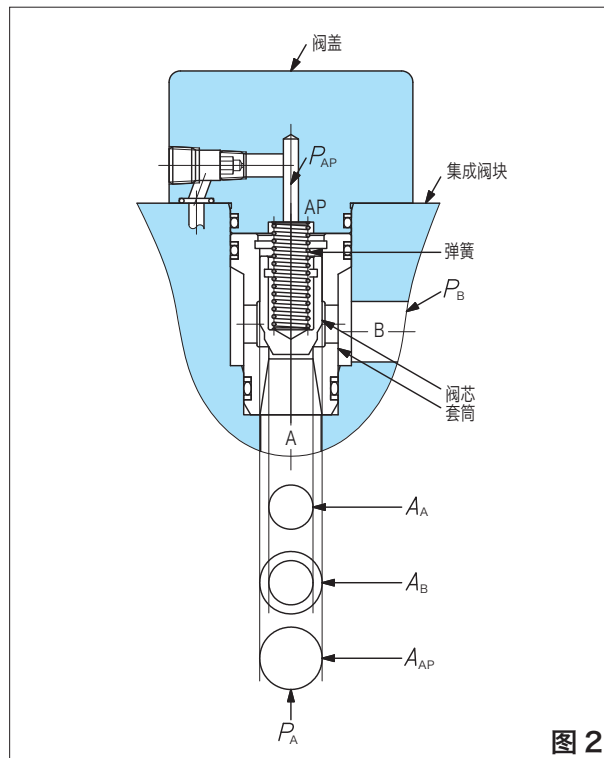

图 2
- 图 2 中端口 A 及端口 B 的压力使阀芯向开启方向动作。A 的压力 P_A 所施加的面积为阀座的圆形面积 A_A ，B 的压力 P_B 所施加的面积为阀座与阀芯之间的同心圆面积 A_B 。从控制阀盖导入的先导压力 P_{AP} 施加于阀芯上部，使阀向闭合方向动作。其压力所施加的面积为阀芯面积（ $A_{AP} = A_A + A_B$ ）。